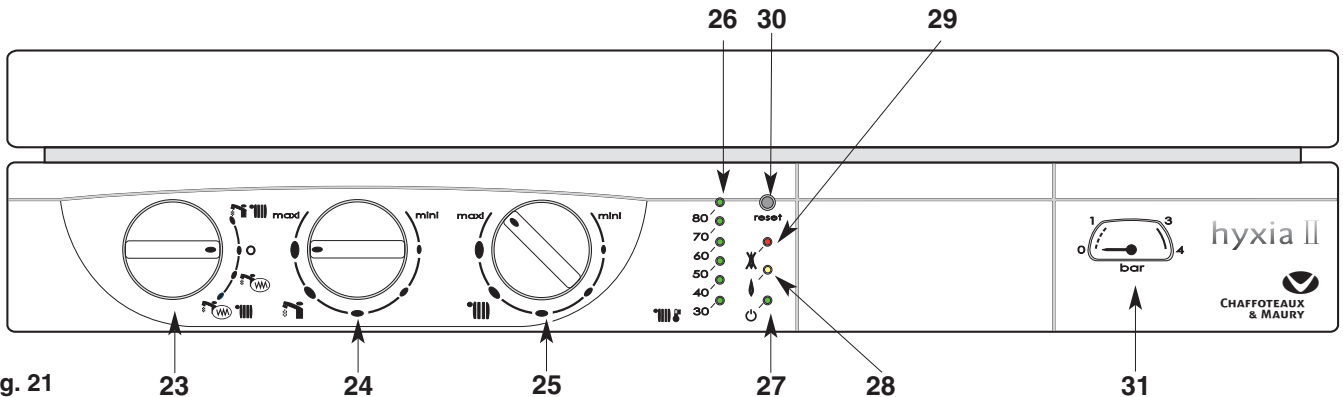

Fig. 21
### Tableau de bord (fig. 21)
- Placez le commutateur **23** (fig. 21) en position  voyant vert **27** allumé ; le voyant orange **28** (fig. 21) s'allume chaque fois que le brûleur entre en fonction.
Le bouton de réglage du chauffage **25**  (fig. 21) donne la possibilité d'ajuster la température de l'eau du circuit de chauffage en fonction des besoins saisonniers.
- Placez le commutateur **23** en position «O» le voyant vert **27** (fig. 21) reste allumé. La fonction hors gel de la chaudière reste active.
*Ne pas oublier de le rouvrir en début de saison de chauffage, lorsque l'on replace le commutateur **23** (fig. 21) en position .*